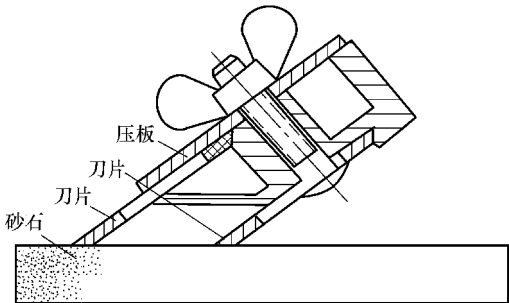

图 10-2 刃磨刨刀
- 6) 刃磨刨刀需要采用磨刀附件，并且将一副刨刀装在磨刀架的上、下两面同时磨刃，刃口紧靠磨刀架中斜面，并且放上压板以及旋紧螺钉，如图 10-2 所示。